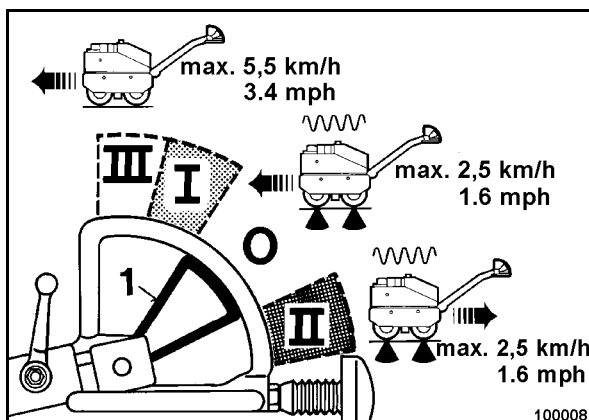

Fig. 41
- Conducir en nivel "I" ó "II" (Fig. 41).